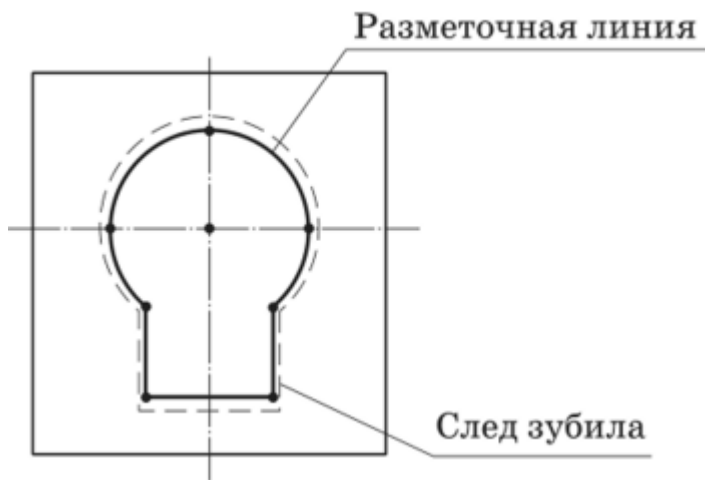

Рис. 4.15. Разметка заготовки из листового металла при рубке на плите
1) делают разметку заготовки (рис. 4.15);